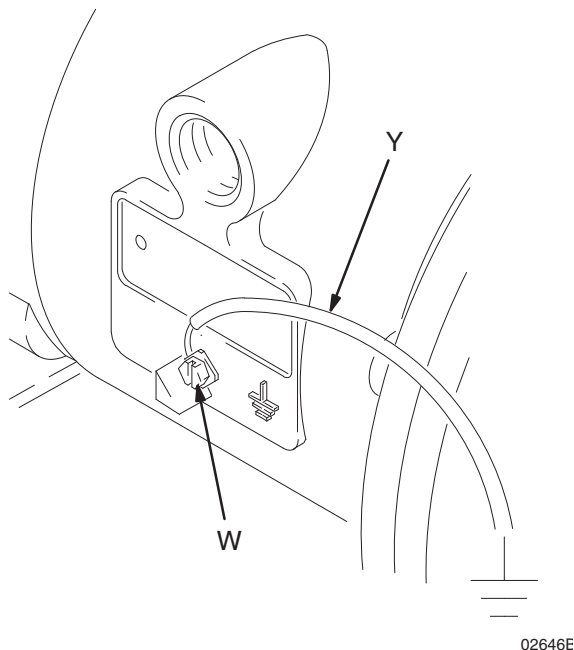

Рис. 1
- Насос. Подсоедините провод и зажим заземления согласно Рис. 1. Ослабьте винт (W) заземления. Вставьте один конец провода заземления (Y), сечение которого должно составлять не менее 1,5 мм²